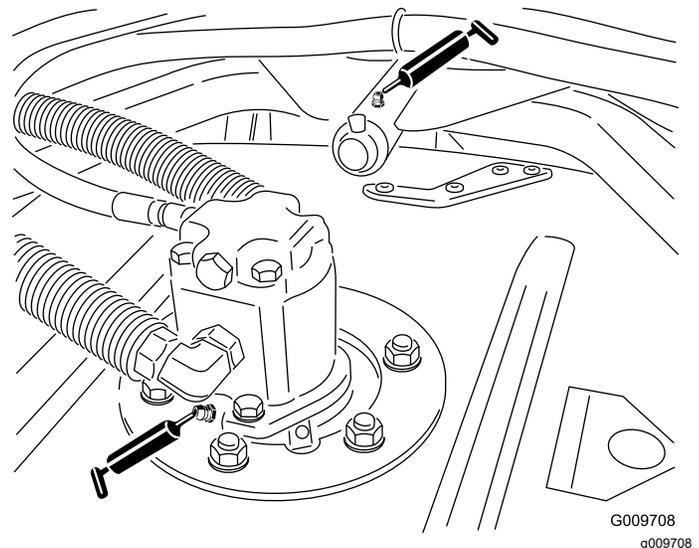

Figura 47
- Rolamentos do veio do eixo da unidade de corte (2 por unidade de corte), como se mostra na Figura 47
- Casquilhos do braço de suporte da unidade de corte (1 por unidade de corte), como se mostra na Figura 47